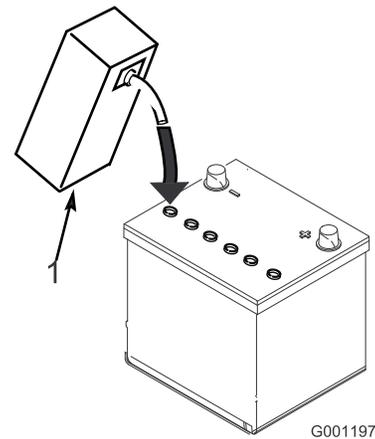

Figura 10
3. Riempite con cautela ciascun elemento di elettrolito finché le piastre non sono coperte con circa 6 mm di fluido (Figura 10).
**Nota:** All'occorrenza rabboccate finché l'elettrolito non è a 6 mm circa dalla base della tazza di riempimento (Figura 10).